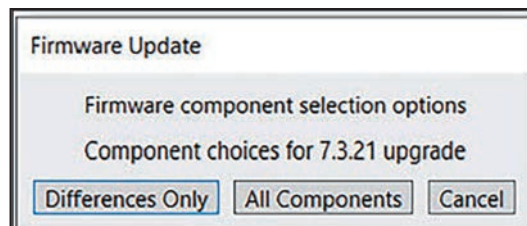

Figura 29. La ventana de diálogo de actualización de firmware elige el método de actualización para el control SDA-4540R3.
**Nota:** Para el control SDA-4540R3 hay dos opciones para realizar actualizaciones de firmware. La opción **Differences Only (Sólo Diferencias)** buscará los archivos en el control y sólo actualizará aquellos que requieran actualizaciones. La opción **All Components (Todos los Componentes)** actualizará todos los archivos, estén o no en la última versión. Ver Figura 29.